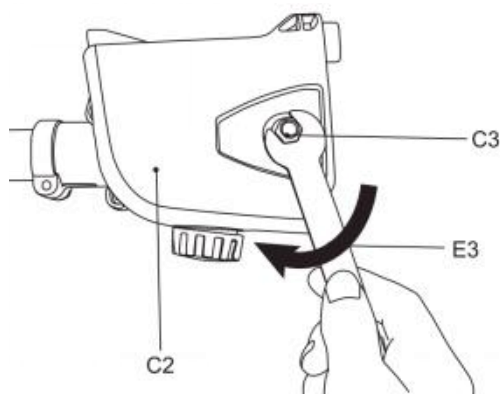

Fig. 12
8) Rimontare il coperchio (C2), prima la parte posteriore e poi quella anteriore, assicurandosi che il perno sia in posizione. Serrare leggermente il dado rimanente (C3) utilizzando la chiave di montaggio (E3) (Fig. 12). Non serrare completamente i dadi poiché è necessario prima tensionare la catena della motosega.